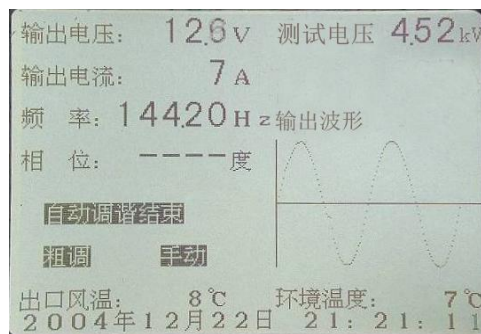

图 26 PY3520 变频电源装置自动调谐结束显示
- 8.1.6 自动调谐是利用在串联谐振回路中，谐振点的电压为最高电压来进行寻找频率点。自动调谐结束后，在屏幕上显示“自动调谐结束”。如下图 26 所示，此时就可以升压。